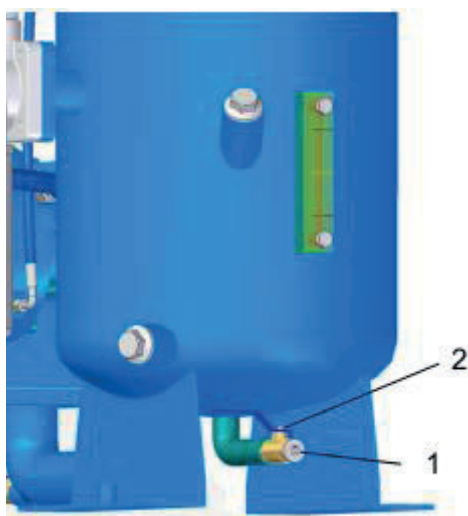

Рис. 34: Отверстие для слива охлаждающей жидкости
5. → Аккуратно выкрутите резьбовую пробку (Рис. 34/1).
6. ➔ Аккуратно откройте слив хладагента (Рис. 34/2) и проверьте вытекающую жидкость.
8. ➔ Закройте слив (Рис. 34/2).
9. ➔ Снова закрутите резьбовую пробку (Рис. 34/1).